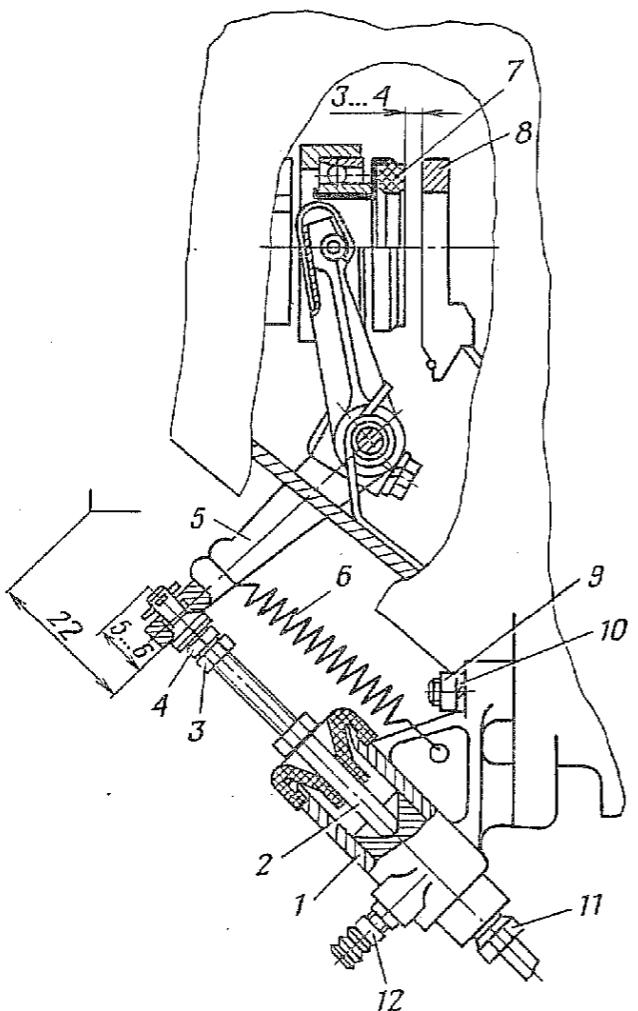

Рис. 53. Регулировка свободного хода привода выключения сцепления:
5.2. Снять оттяжную пружину 6 (рис. 53) с рычагом 5 (плоскогубцы 150).
1.2. Снять с клапана 12 (рис. 53) цилиндра привода выключения сцепления колпачок, установить на клапан шланг для прокачки гидропривода тормозов, отвернуть клапан на 1,5—2 оборота и, нажимая на педаль сцепления, выкачать через шланг в чистую стеклянную емкость рабочую жидкость из привода выключения сцепления. Завернуть клапан 12 и снять с него шланг (ключ 8, шланг для прокачки гидропривода тормозов, емкость для рабочей жидкости, стеклянный сосуд 0,5 л).
2.1. Установить на шпильки картера сцепления цилиндр 1 (рис. 53), предварительно вставив толкатель 2 в отверстие цилиндра, и закрепить гайками 9 с пружинными шайбами 10. Установить оттяжную пружину 6 (ключ 12, плоскогубцы 150).